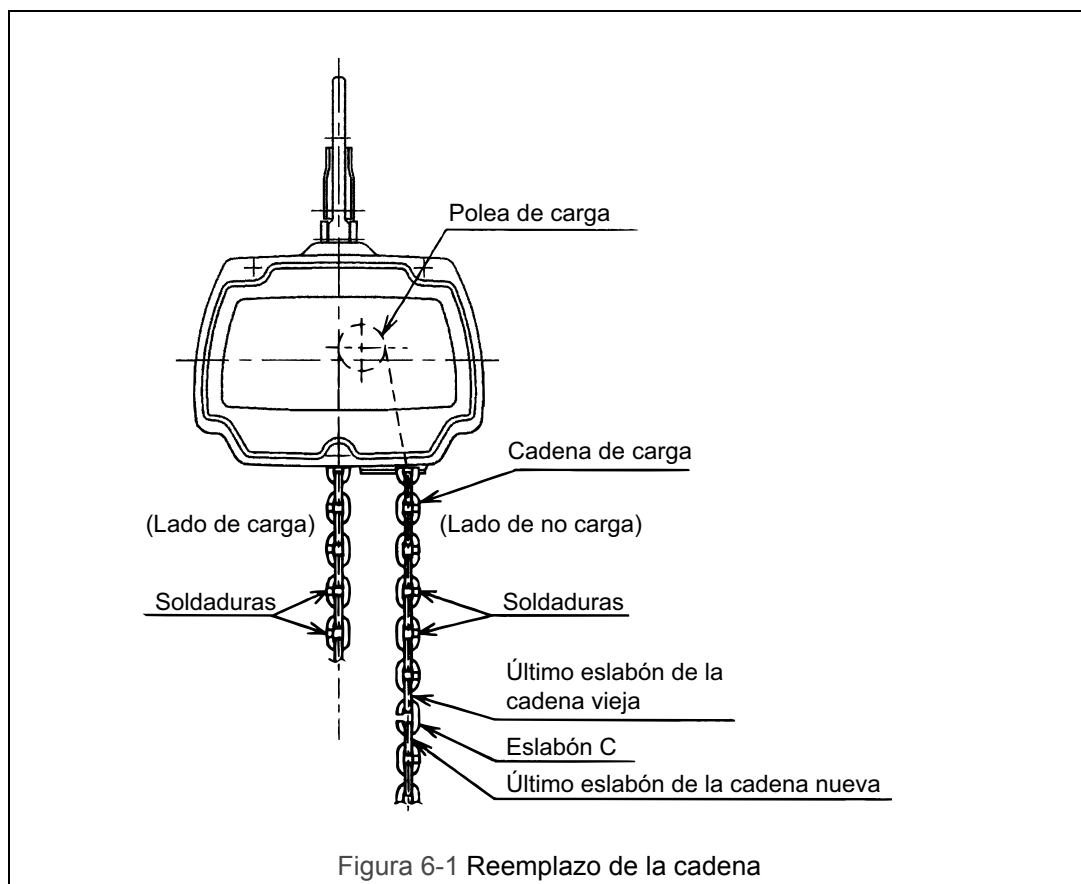

Figura 6-1 Reemplazo de la cadena
- 5) Usando un eslabón "C", sujete la nueva cadena en el último eslabón de la cadena vieja en el lado sin carga. El eslabón del extremo de la nueva cadena de carga se debe conectar de tal forma que las porciones soldadas de los eslabones verticales de la cadena de carga estén orientados hacia el exterior cuando pasan sobre la polea. Consulte la Figura 6-1.